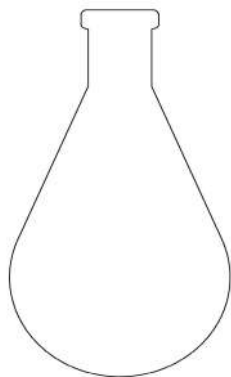

Рис. 29. Колба грушевидная
13. **Колба грушевидная** (рис. 29) — это стеклянная колба, которую применяют в лабораториях для проведения синтеза, выпаривания растворов, разгонки, фильтрования и, наиболее часто, для дистилляции химических веществ. Грушевидные колбы имеют тонкое длинное горло, которое может закрываться обычной резиновой пробкой. Некоторые модели имеют специальную притертую пробку, называющуюся шлифом. Колбы со шлифом более удобны и надежны в использовании. Однако часто для осуществления основных видов работ бывает достаточно и вариации без шлифа.